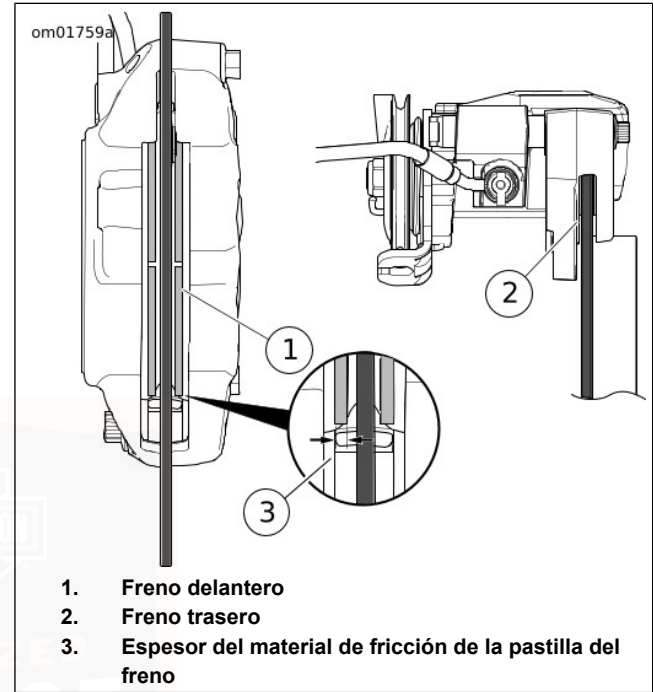

Figura 63. Material de fricción del freno
1. Vea Figura 63. Inspeccione el disco o rotor del freno cuando este gira. El disco/rotor debe girar nivelado en la mordaza del freno.